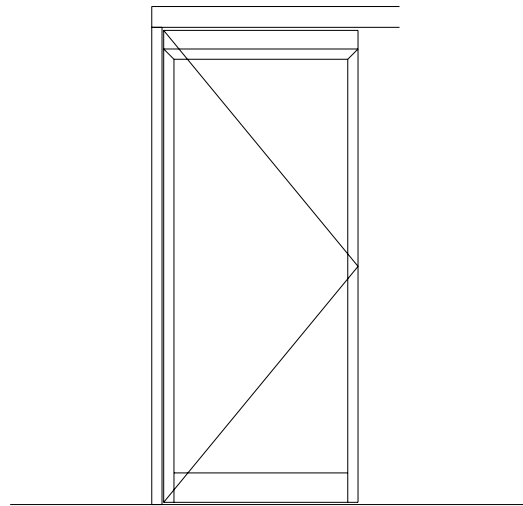

Bild 6
6. Montage des AT-Flügels (Bild 6)